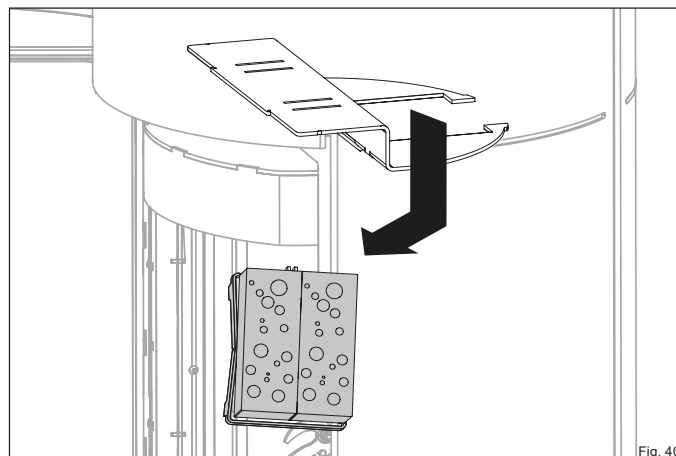

Fig. 40
- Retirez le support de catalyseur par l'ouverture (Fig. 40).